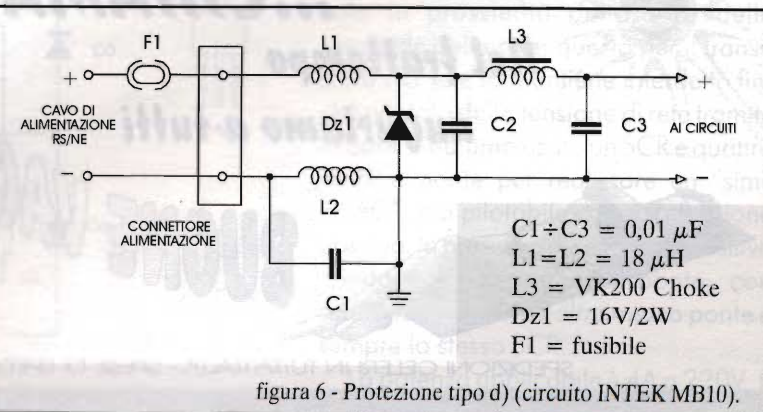

figura 6 - Protezione tipo d) (circuito INTEK MB10).
d) protezione combinata contro l'inversione di polarità e contro le sovratensioni transitorie che si possono verificare ad esempio nei mezzi mobili con tensione nominale di 12V, la si ottiene con un diodo zener in parallelo (figura 6): questa circuitazione è utilizzata ad esempio in un moderno ricetrasmettitore CB 27 MHz come l'INTEK MB10.